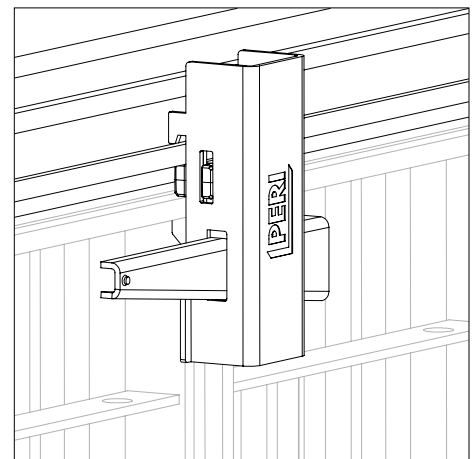

Fig. A4.04
Il corrente fermagetto UNO Plus è fissato in posizione per mezzo dell'elemento UNO Plus (20). (Fig. A4.04 + A4.05)